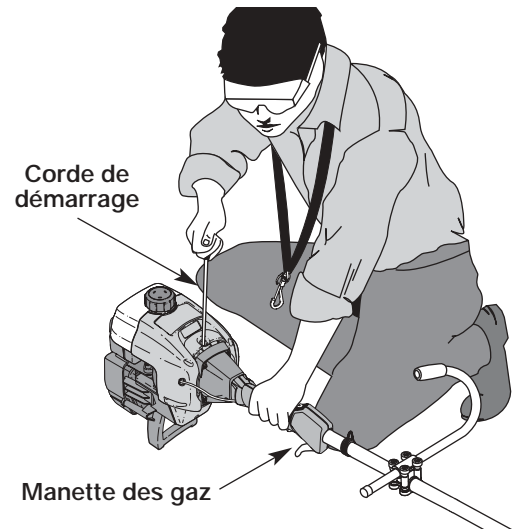

Fig. 18
**AVERTISSEMENT** : évitez tout démarrage accidentel. Tenez-vous en position de démarrage lorsque vous tirez sur la corde de démarrage (Fig. 18). L'opérateur et l'appareil doivent tous deux être en position stable pour éviter des blessures graves.
5. L'appareil étant prêt à démarrer (Fig. 18), **N'APPUYEZ PAS SUR LA MANETTE DES GAZ** et tirez brusquement sur la corde de démarrage 5 fois de suite, le levier EZ-StartMC étant tourné vers la gauche. Si le moteur essaie de démarrer avant le cinquième tir, passez à l'étape 6. Si le moteur ne démarre pas, retournez à l'étape 3.
1. Relâchez la manette des gaz (Fig. 18). Laissez le moteur refroidir au ralenti.